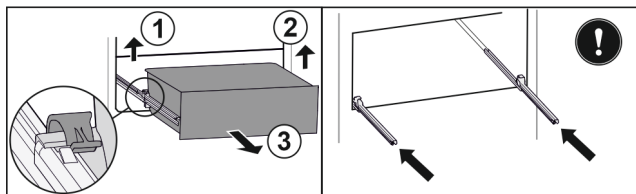

Fig. 95
- ▶ Sollevare il morsetto sinistro e allo stesso tempo tirare in avanti il cassetto sinistro. Fig. 95 (1)
- ▶ Sollevare il morsetto destro e allo stesso tempo tirare in avanti il cassetto destro. Fig. 95 (2)
- ▶ Rimuovere il cassetto tirandolo in avanti. Fig. 95 (3)